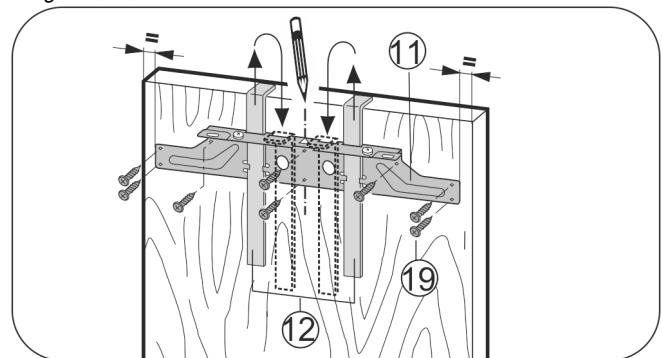

Fig. 18
- Befestigungstraverse Fig. 18 (11) mit den Montagehilfen Fig. 18 (12) auf die Innenseite der Möbeltür hängen.
- Befestigungstraverse Fig. 18 (11) mittig auf der Tür ausrichten.
- Die Befestigungstraverse Fig. 18 (11) mit mindestens 6 Schrauben Fig. 18 (19) festschrauben.
- Befestigungstraverse Fig. 18 (11) mit 4 Schrauben Fig. 18 (19) am Rand festschrauben.
- Montagehilfen Fig. 18 (12) nach oben herausziehen und in die danebenliegenden Aufnahmeöffnungen gedreht einschieben.